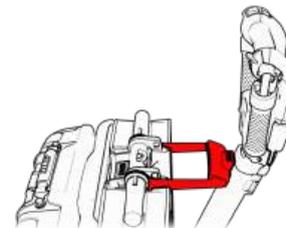

Figura 48
4. Collegare l'impugnatura principale all'alloggiamento del pulsante dell'asta (vedere la figura 48).